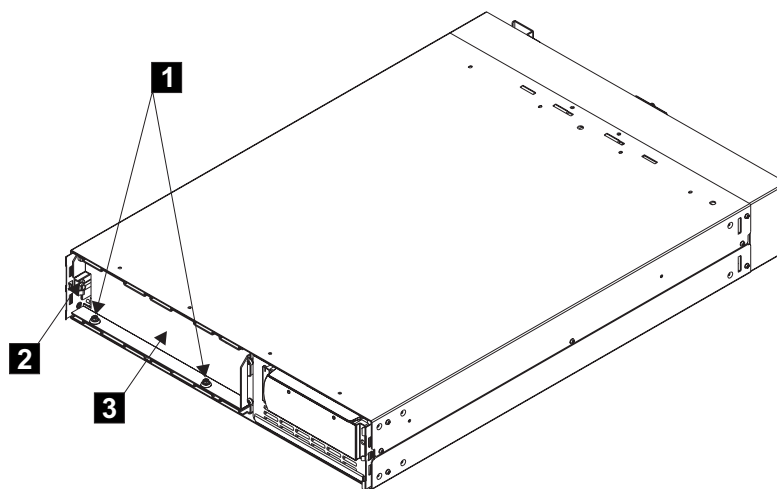

図 158. バッテリーの保持ブラケットの取り外し
- a. 2 つのボルト **1** (図 158) を取り外します。